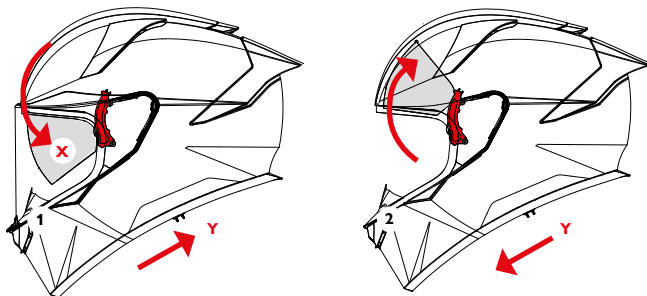

FIGURE 13
**Fonctionnement** — Figure 13